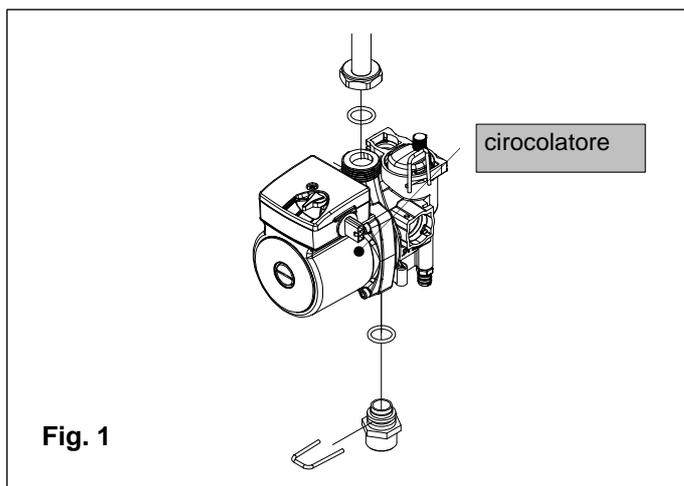

Fig. 1
- Rimuovere il pannello frontale (vedi fig. 1 e 2);
- ruotare il rubinetto di scarico dell'impianto (fig. 1);
### Pulizia del modulo condensazione e gruppo combustione (fig. 1)
**Pulizia scambiatore sanitario (fig. 1)**
**Termostato sicurezza** (fig. 1)
**Sonda di riscaldamento** (fig. 1)
**Elettroventilatore (fig. 1)**
**Circolatore** (corpo motore) (fig. 1)
**Scambiatore primario (fig. 1)**
- svitare le viti e rimuovere il piastrino "A" dal pannello comandi (fig. 1) e procedere al collegamento: